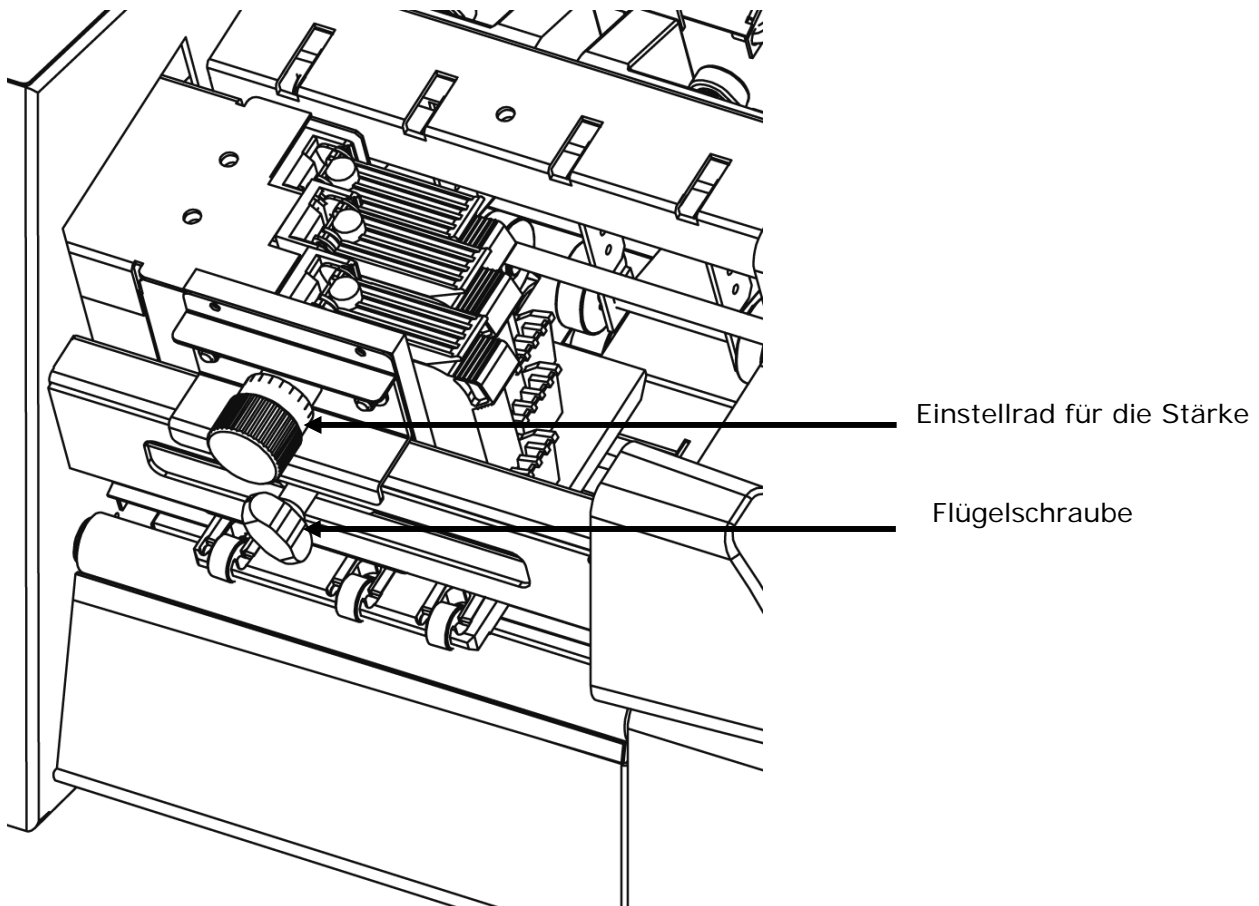

Abbildung 10: Anpassen des Druckers an die Materialstärke
- Lösen Sie die Flügelschraube (siehe Abbildung 10).